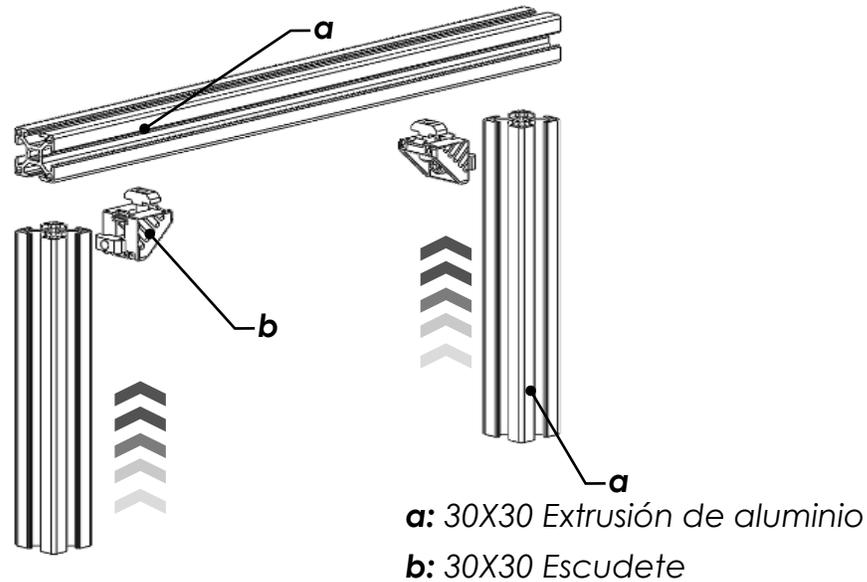

Figura 2
- Mientras sostenga la impresora, sujete firmemente las tuercas M5 como se muestra en la Figura 2.